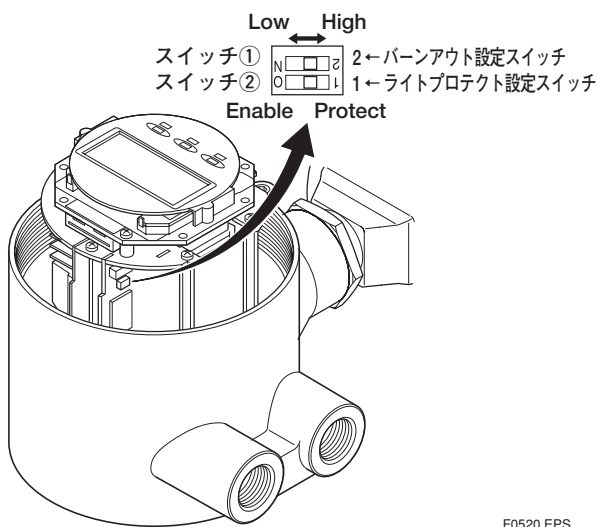

図5.5.1 切換えスイッチ図
バーンアウトの出力方向を変更する場合は、アンプのCPUボードにある設定スイッチ(スイッチ①)により切り換えてください。(図5.5.1参照)
- ・ アンプのCPUボードにある設定スイッチはバーンアウト設定スイッチ(スイッチ①)とライトプロテクト設定スイッチ(スイッチ②)が隣接しています(図5.5.1参照)。設定を行う際はご確認の上、正しく設定してください。
ライトプロテクトの切換えは図5.5.1に示すアンプのCPUボードにあるハードウェアスイッチ（スイッチ②）と、パラメータ設定によるソフトウェアスイッチにより設定を行います。これらのどちらかが“Protect”設定されるとパラメータの書換えはできなくなります。